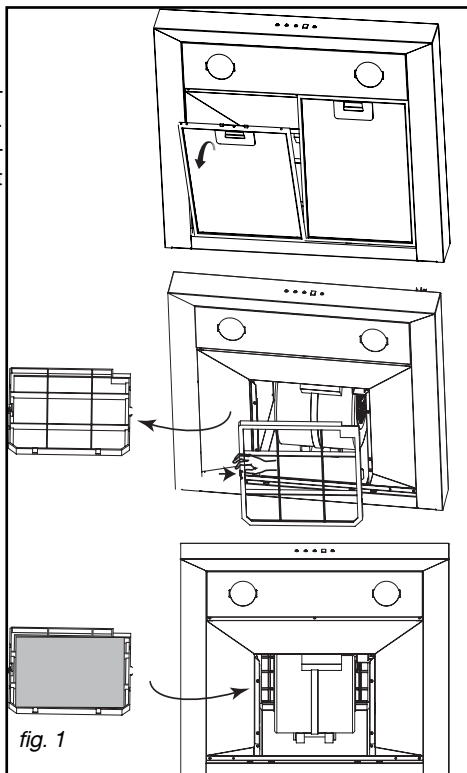

fig. 1
(fig. 1)
- Retirez le filtre cassette en le déclipant (fig. 1).
Les éventuelles interventions sur votre appareil doivent être effectuées par un professionnel qualifié dépositaire de la marque. Lors de votre appel, mentionnez la référence complète de votre appareil (modèle, type, numéro de série). Ces renseignements figurent sur la plaque signalétique (Fig. 1).